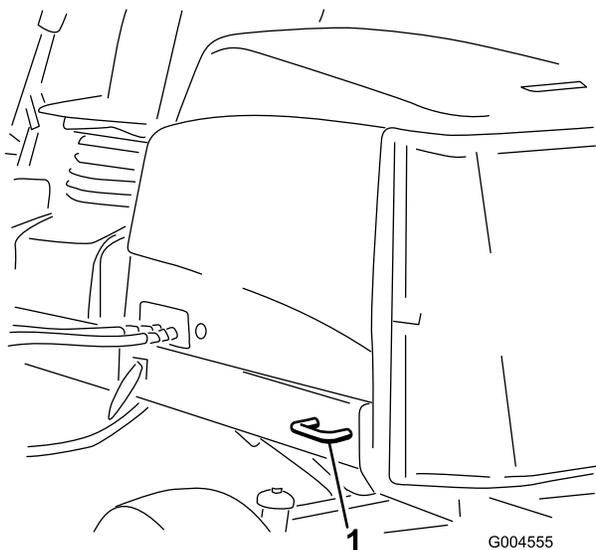

Figura 35
- Detrás – en cada lado de la máquina, en el bastidor trasero (Figura 35).